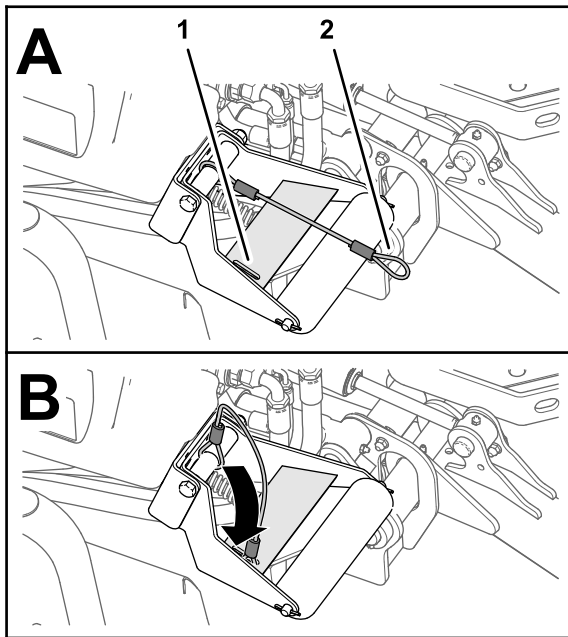

Figure 31
4. Les unités de coupe étant abaissées, enfilez la boucle du cordon dans la fente de la plaque de renfort du support de rouleau (Figure 31).